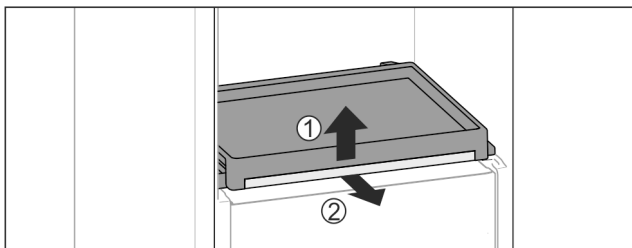

Fig. 31
- ▶ Витягніть витяжну панель зі скляною полицею: Підніміть трохи скляну полицю спереду Fig. 31 (1) та витягніть вперед Fig. 31 (2).